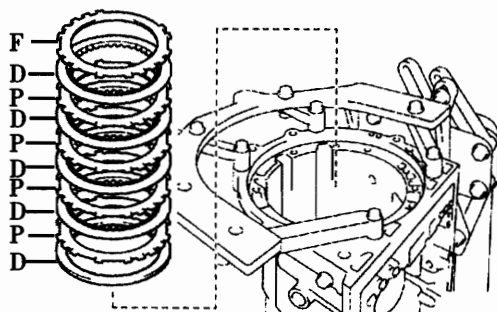

图 12-1-21
(32) 如图 12-1-21 所示, 从壳体上拆下法兰、缓冲板、3 号制动片的 4 个片和 4 个盘。